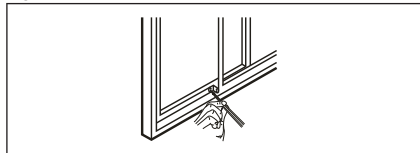

Rys. 20
3. Zamknąć przesuwne skrzydło okienne, aby przylegało do regulowanego panelu okiennego (Rys. 20)
4. Dokręcić dwa wkręty 1/2", aby przymocować regulowany panel do skrzydła okiennego. (Rys. 20)
5. Dokręcić dwa wkręty 3/4", aby przymocować regulowany panel do parapeciu. (Rys. 20)